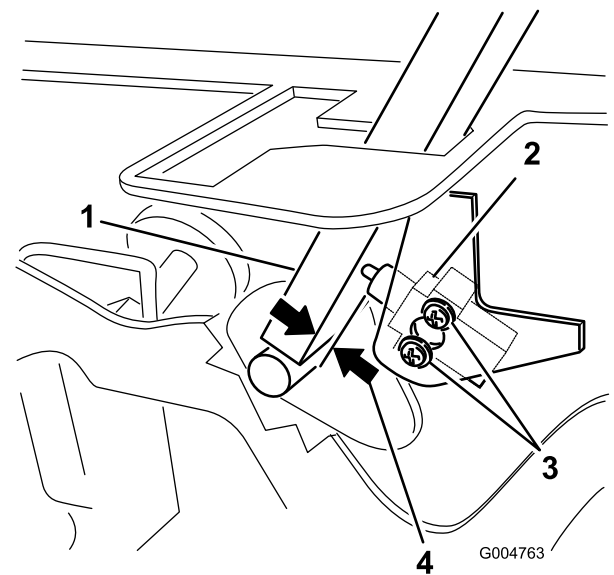

図 54
3. インタロックスイッチを固定しているネジ2本を取り外す 図 54。
4. コントロールレバーをフレームに押し付けた状態でスイッチをレバーの方へ移動させて、レバーとスイッチボディとの距離を 0.41 mm に調整する (図 54)。